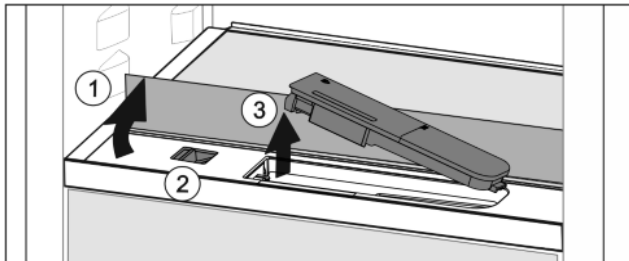

Fig. 36
- ▶ Levante la plancha de cristal y bájela hacia atrás hasta el tope Fig. 36 (1).
- ▶ Desplace la compuerta Fig. 36 (2) hacia la izquierda.
- ▶ Retire el depósito de agua Fig. 36 (3).